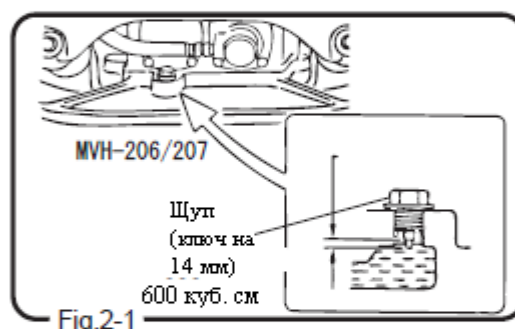

Fig.2-1
7. Поставьте машину на ровную поверхность и извлеките масляный щуп виброустановки. Проверьте уровень масла. Используйте SAE10W-30. Рекомендуемый объем масла: 600 см³ (см. рис. 2-1, 2-2).